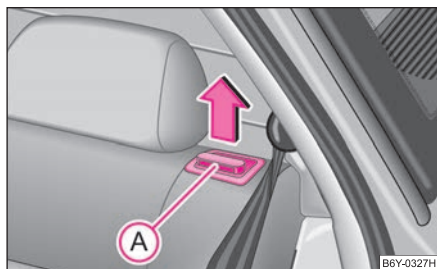

Fig. 52 Déverrouiller le dossier du siège arrière
- Déverrouillez le dossier de siège arrière en tirant le bouton de sécurité ①A et rabattez-le vers l'avant ⇒ fig. 52.
- N'oubliez pas que la partie rouge du bouton de sécurité ①A ne doit pas être visible ⇒ fig. 52.
Le siège AR comporte un dispositif signalant le blocage du dossier. Lorsque vous déverrouillez le dossier du siège arrière, le bouton de sécurité ①A ⇒ fig. 52 avec une surface rouge sort du dossier. Lorsque vous avez correctement verrouillé le dossier du siège arrière, le bouton de sécurité rentre dans le dossier du siège arrière et il n'est plus visible.